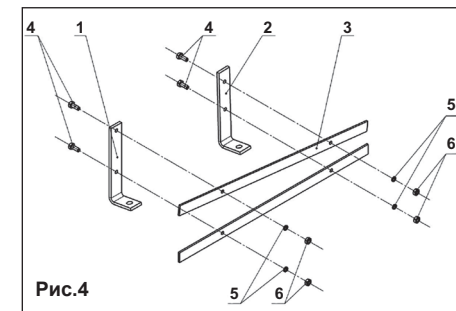

Рис.4
2. Используя болты **4**, шайбы **5** и гайки **6** собрать две лопасти как показано на рис. 4. Затяжку болтовых соединений произвести от руки.